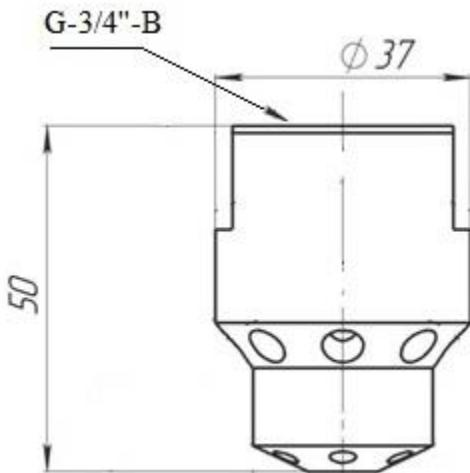

Рис. 7. Насадок-распылитель «РП-20».
4.5. Конструкция насадка-распылителя, применяемого с МПП «Гарант-Т1» исп. 01, приведена на рис. 7.
- 6.6. Соединить разъем «DT04-2P-C015» с разъемом «DT06-2S-C015» (позиция 4, рис. 7).